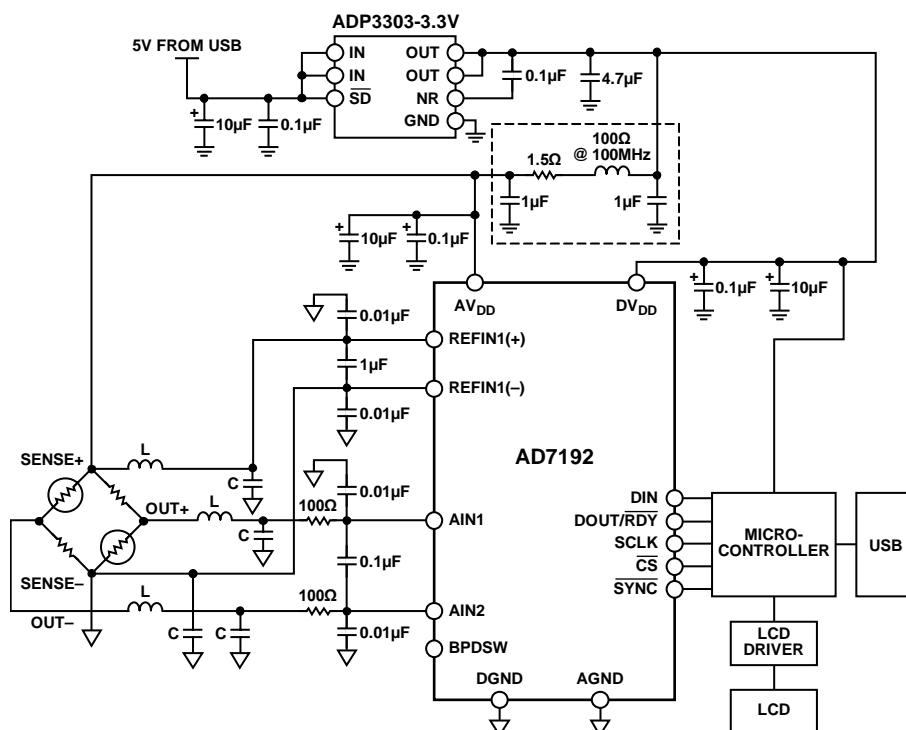

図1. AD7192のテスト・セットアップ
- アナログ入力とリファレンス入力にはフィルタを推奨します。アナログ入力とリファレンス入力に通常推奨される R と C の値を図 1 に示します。このフィルタは AD7192 のサンプリング周波数 (307.2 kHz) およびその倍数で減衰を生じます。AD7192 自体はこれらの周波数で減衰を生じません。コンデンサは AD7192 のアナログ入力とリファレンス入力にできるだけ近づけて配置し、部品から ADC までのトラック長を最小にする必要があります。物理的に小さな部品を使用すると、部品をピンに近づけることができます。ピンから部品までのトラック長が揃うようにレイアウトします。
- これらのフィルタに加えて、図 1 に示されている R と L の位置にフィルタを追加すると、イミューティがさらに改善されます。このフィルタはロード・セルのコネクタのところに配置します。最良の結果を得るため、L (L2、L3、L4、および L5) および C (C1、C9、C12、および C13) の値の多様な組み合わせを評価しました。最終的に選択した部品が「部品表」のセクションに載せてあります。